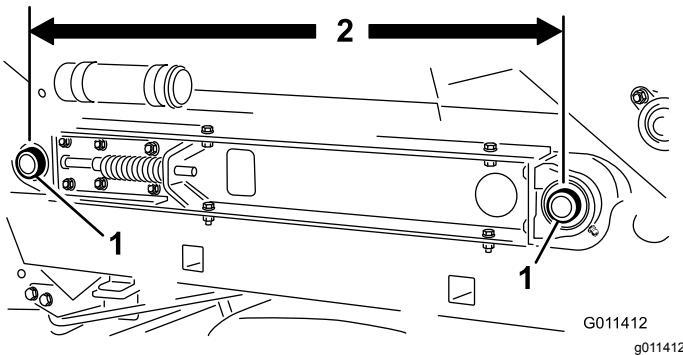

Figura 27
3. Verificate che la distanza dal centro degli alberi dei rulli del nastro trasportatore (Figura 27) sia